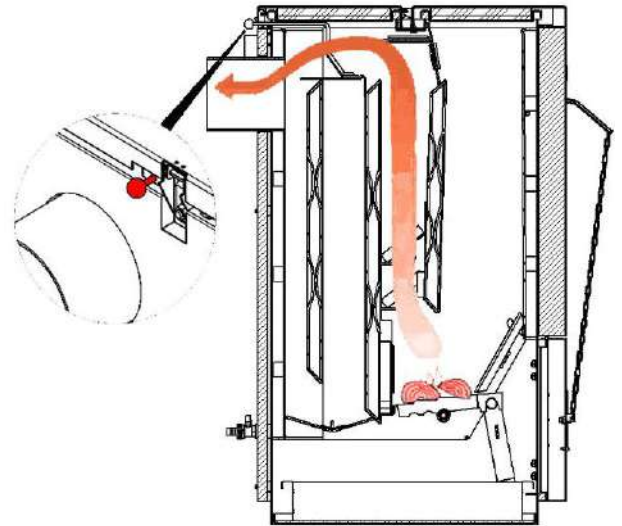

Рис. 16 Положение растопочной заслонки при розжиге
• При розжиге котлов типа 12-45 кВт задвиньте заслонку на задней стенке котла в тело котла до упора (см. Рис.16).
- Для увеличения тяги в котле открыть растопочную заслонку (рис. 16).